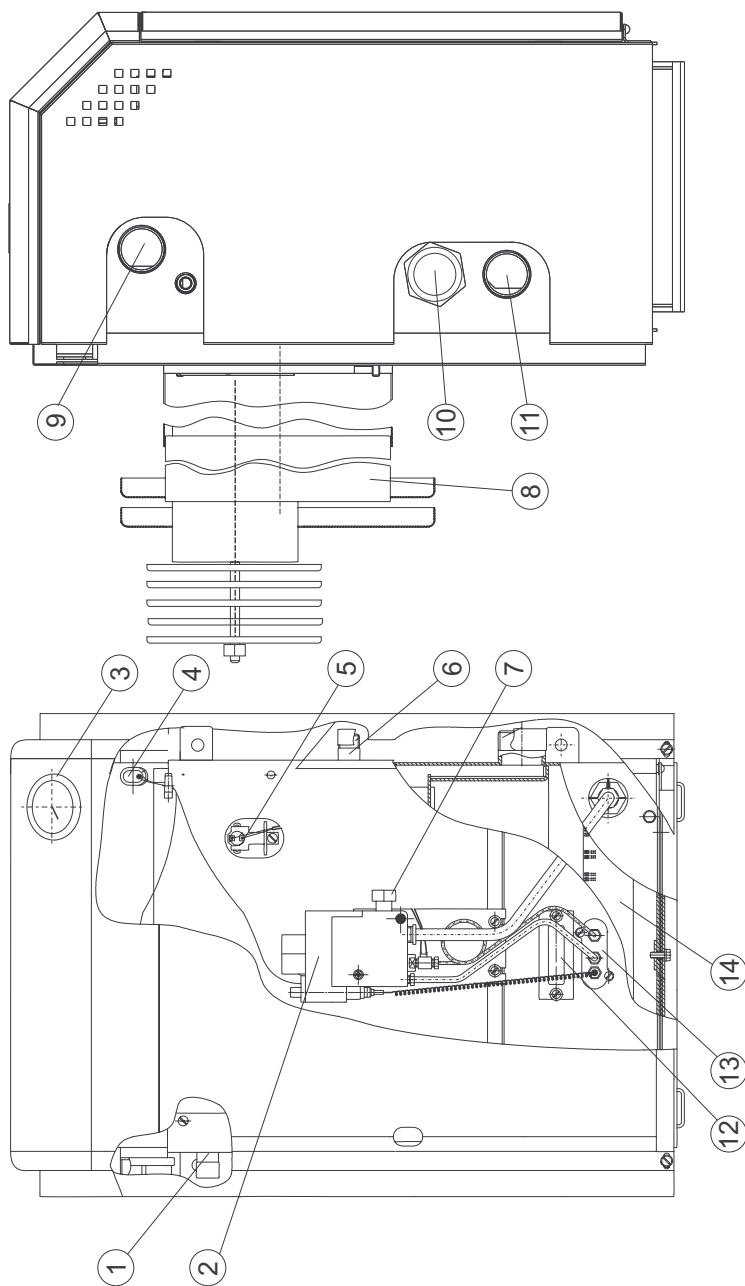

Рис. 1. Устройство котла
5.1. В конструкции котлов мощностью 7-12,5 кВт предусмотрено место для установки электрических нагревательных элементов (ТЭНов) (рис.1, поз. 10) с характеристиками, указанными в таблице:
Для установки ТЭНа необходимо слить воду из котла (системы отопления), открутить заглушку (рис.1 поз. 10) и установить на ее место ТЭН с характеристиками соответствующими таблице 2. Залить воду в котел (систему отопления). Перед запуском котла проверить герметичность установки ТЭНа.
Перед вводом котла в эксплуатацию необходимо залить 10-15 мл машинного масла в стакан корпуса котла (поз.3, рис.1)!